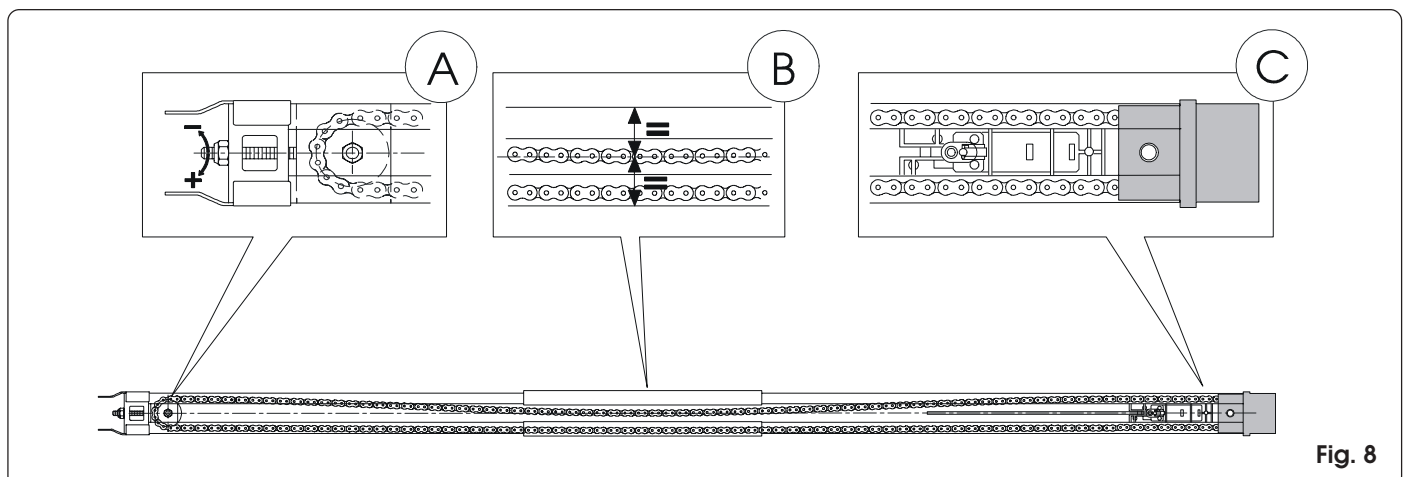

Fig. 8
- 5) Coricare la guida di scorrimento sul fianco (fig. 8)
- 6) Spingere il carrello in prossimità del gruppo innesto trazione (fig. 8 rif. C).
- 7) Regolare il tensionatore (fig. 8 rif. A) in modo che la zona centrale dell'ansa, formata dal ramo superiore della catena, coincida all'incirca con la mezziera della guida di scorrimento (fig. 8 rif. B)